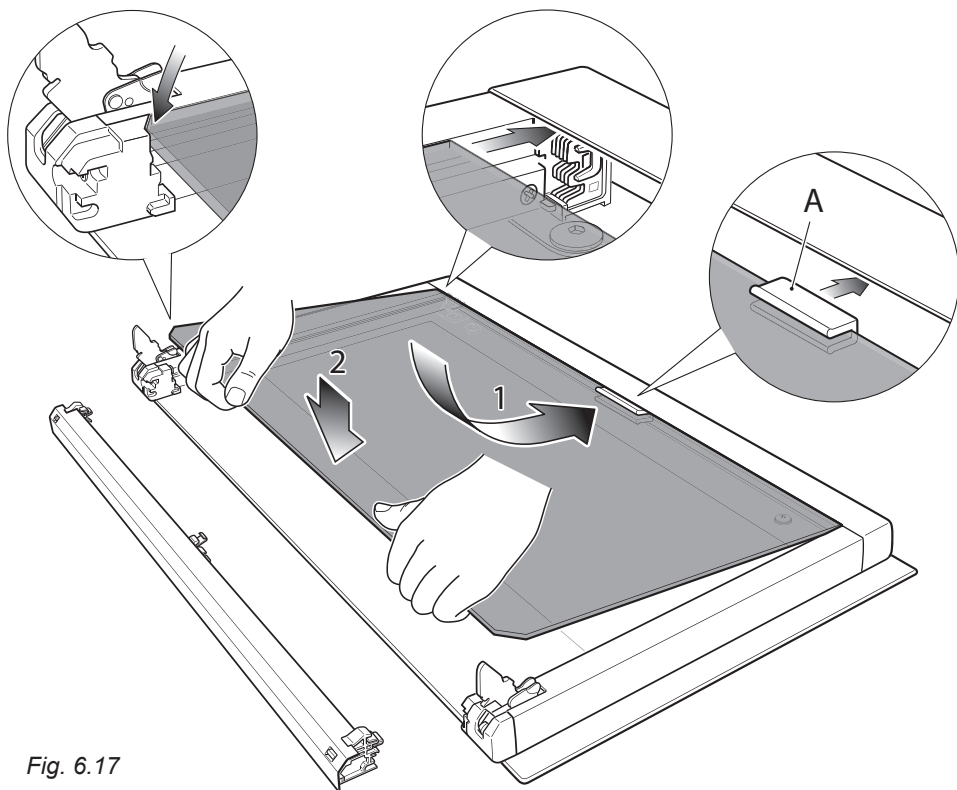

Fig. 6.17
- Verificare che la guarnizione "A" sia in posizione (Fig. 6.17), altrimenti posizionarla correttamente sul bordo del vetro interno in posizione centrale.